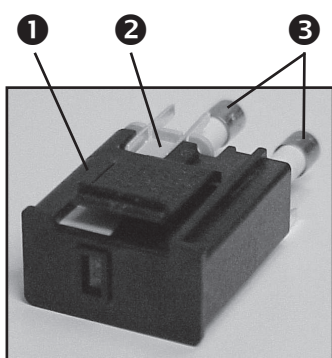

Fig. 6. Porta fusibles interior
Paso 2: Extraer el indicador de voltaje de los fusibles (❷, Fig.6) del porta-fusibles.
Paso 4: Volver a colocar o cambiar ambos fusibles (❸, Fig.6) de acuerdo con la tabla